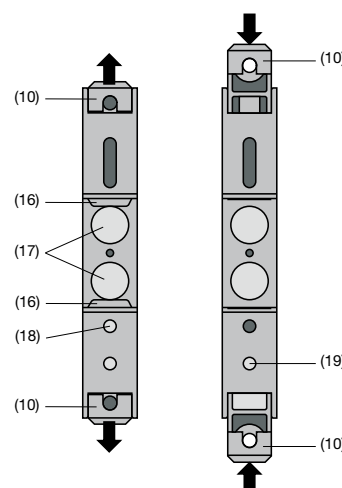

Fig. 8. Fond de l'appareil.
Tirer en dehors les languettes de fixation (10) en enfonçant en même temps le bouton de verrouillage (18) (voir Fig. 8, à gauche). Pour rentrer si nécessaire les languettes de fixation, il faut enfoncer le bouton de verrouillage (19) et en même temps glisser les languettes de fixation (10) dans la base du boîtier (voir Fig. 8, à droite).